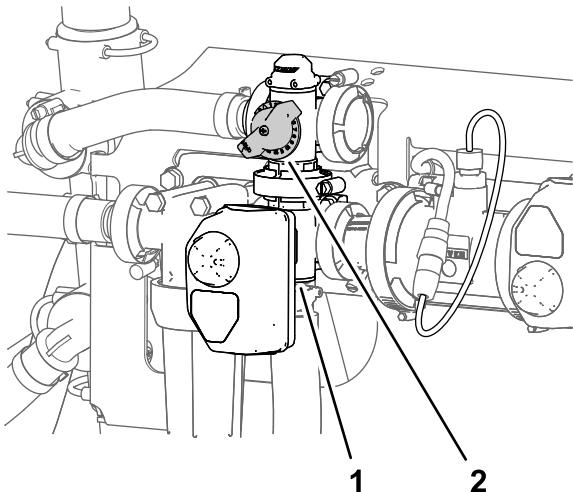

图 34
11. 调整搅拌阀背面的搅拌旁通阀 图 34 直至压力表上打药机系统压力读数为 6.89bar。